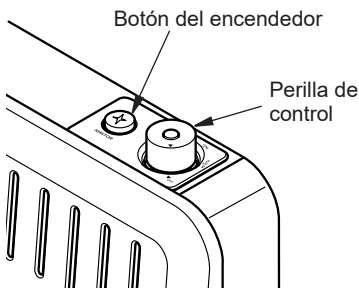

Figura 21 - Perilla de control en la posición OFF (apagado)
5. Gire la perilla de control en dirección contraria a las manecillas del reloj ↻ hasta la posición PILOT (piloto). Mantenga presionada la perilla de control durante cinco (5) segundos (consulte la figura 21).